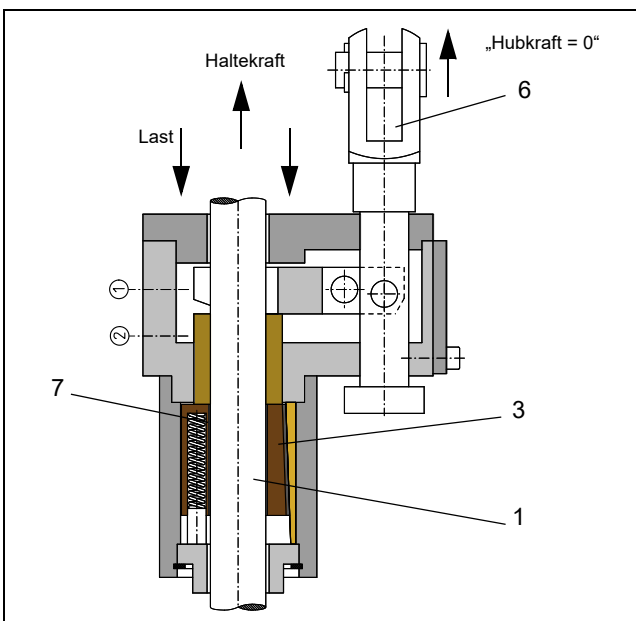

Abb. 3: Zustand der Absturzsicherung KRM nach Schließhub
Dann legen sich die Fangbacken (3), Abb. 3 unter der Wirkung der Federn (7), Abb. 3 an die Stange (1), Abb. 3 an und halten die Last.
Die volle Klemmkraft wird dadurch aufgebaut, dass sich die Absturzsicherung KRM zusammen mit der Last entlang der Stange nach unten bewegt. Damit werden zunächst die Fangbacken (3), Abb. 3 durch die selbstverstärkende Haftreibung an der Stange um den Einzugsweg (ca. 5 bis 15 mm je nach Baugröße) in die Klemmstellung auf den Anschlag gezogen, vgl. Phase A des Kraft-Weg-Diagrammes.